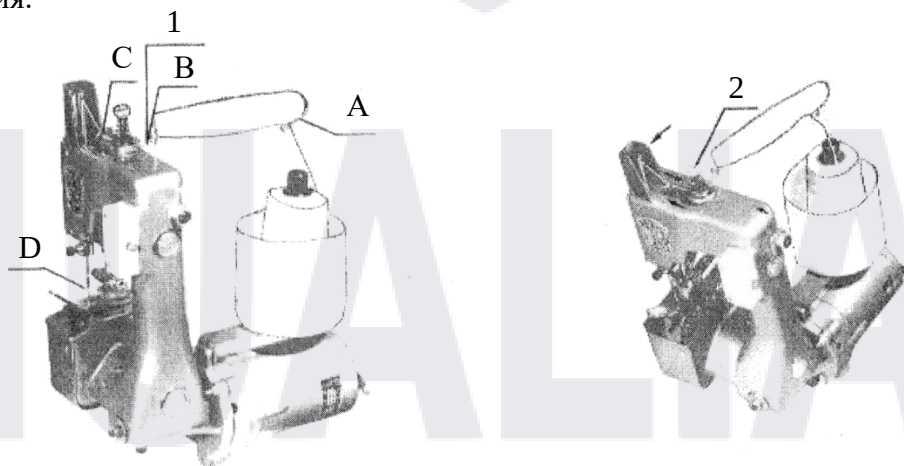

Рис. 2
Рекомендуется уменьшить натяжение нити, если толщина и качество материала слабое, увеличьте натяжение нити, если материал толще. Регулирование натяжения осуществляется за счёт регулировки гайки (2) (Рис. 2). Чем больше закручена гайка, тем сильнее натяжение стежков, противоположный эффект достигается при обратном явлении.